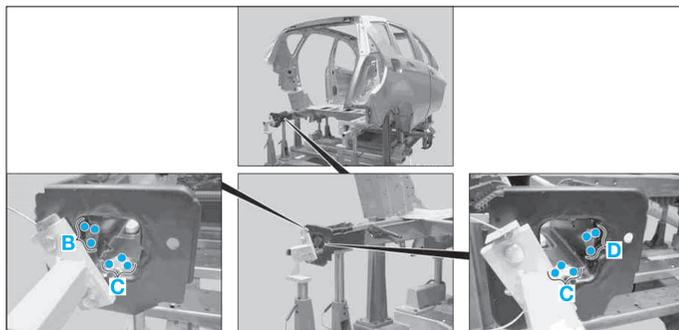

FIG. 136
- Souder la console pour la fixation du bouclier, zones (B), (C) et (D) (Fig.136).